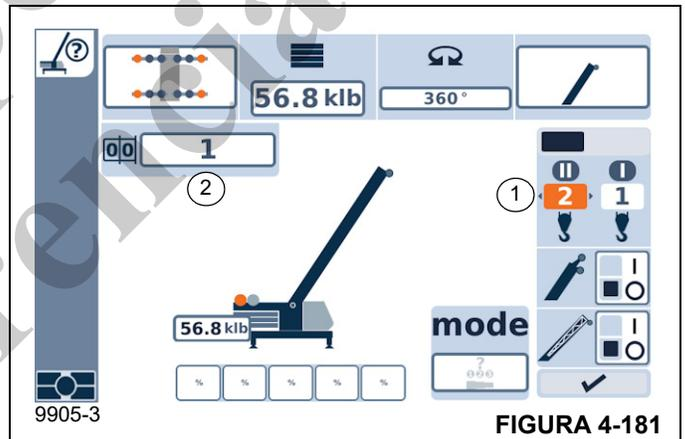

FIGURA 4-181
- Seleccione y confirme el símbolo (1, Figura 4-181); se muestran las flechas a la izquierda y a la derecha.